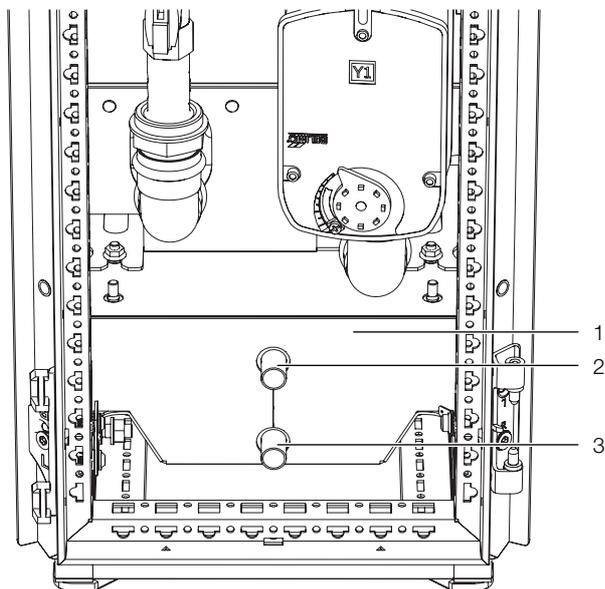

Abb. 60: Kondensatablauf
- Stecken Sie am unteren Kondensatablauf (Abb. 60) den Adapter aus dem Lieferumfang auf.